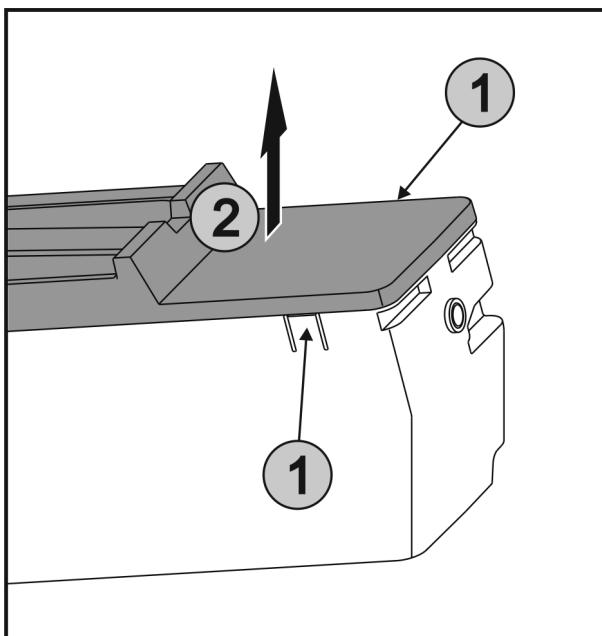

Fig. 41
- ▶ Одновременно нажать на накладки Fig. 41 (1) на обеих сторонах EasyTwist-Ice и снять крышку Fig. 41 (2) движением вверх.